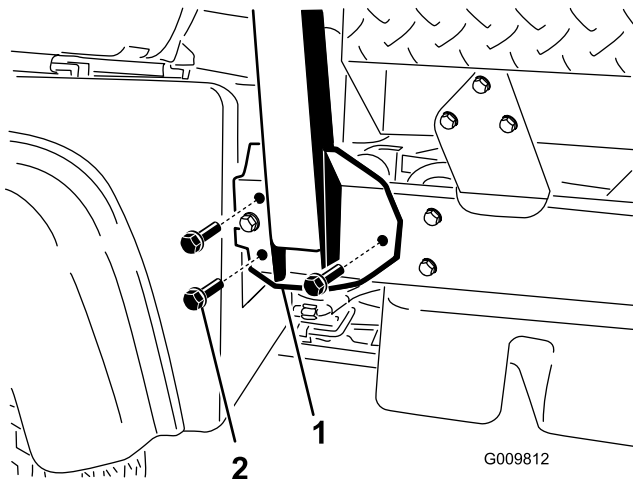

Figura 4
1. Alinee cada lado del ROPS con los taladros de montaje en cada lado del bastidor del vehículo, según se muestra en Figura 4.